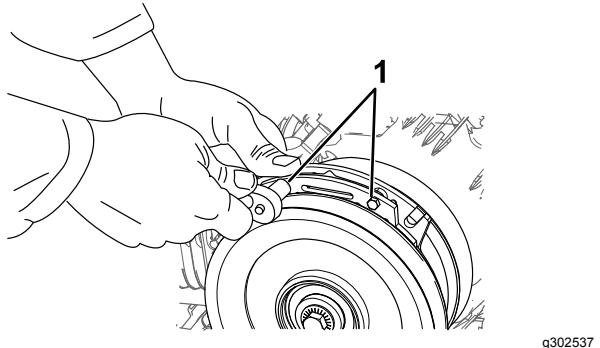

Bild 63
- A. Lösen Sie die beiden Befestigungsschrauben der Bremse um eine halbe bis ganze Umdrehung, wie in **Bild 63** abgebildet.